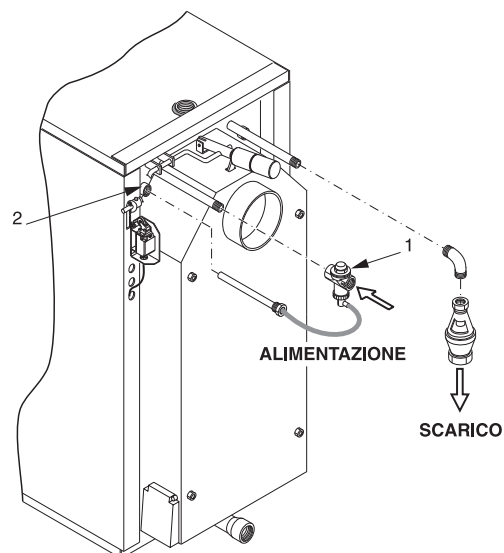

fig. 19
- A) Montare i pomelli pos. 4 sui volantini chiusura porte.
- B) Montare vite e dado su porta inferiore e superiore ed avvitare il pomello (pos. 1, 2, 3).
- C) Montare le portine ispezione camera fumo pos. 5 e piantare le spine elastiche pos. 6 utilizzando un martello.
- D) Montare il pozzetto valvola scarico termico (pos. 2, fig. 19).